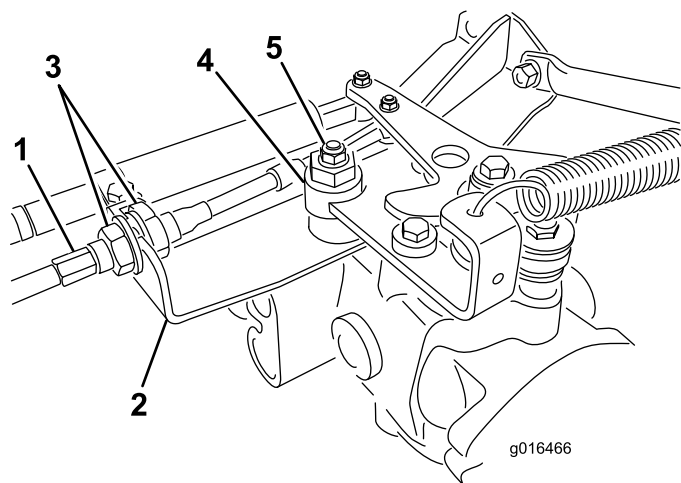

図 42
A. 走行ケーブルを油圧トランスミッションのバルクヘッドに取り付けているジャムナット 図 42 を両方ともゆるめる。調整ができるよう、ジャムナットは十分に、また均等にゆるめること。
**注** 偏芯ナットをトランスミッション上部に止めているナット図 42をゆるめる。
- E. 調整ができれば固定ナットを締める図 42。
- G. バルクヘッドのそれぞれの側から、ロックナットを均等に締め付けて、ケーブルを固定する図 42。ケーブルをねじらないように注意すること。